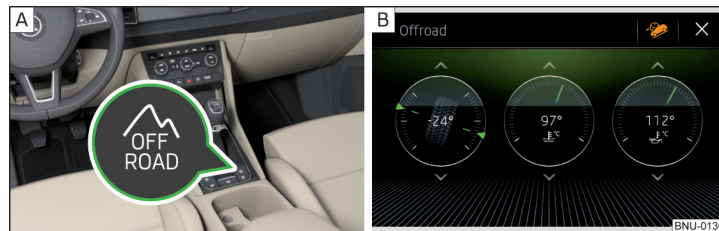

Fig. 259 Bouton Offroad / écran d'Infodivertissement Affichage lors de l'activation
► Pour **activer/désactiver**, appuyez sur le bouton  » fig. 259 - [A].
En cas d'**activation** le voyant **s'allume** dans le combiné d'instruments sur le mode OFF ROAD  et sur l'assistant à la descente . Dans l'écran d'Infodivertissement, l'affichage du mode OFF ROAD apparaît » fig. 259 - [B].